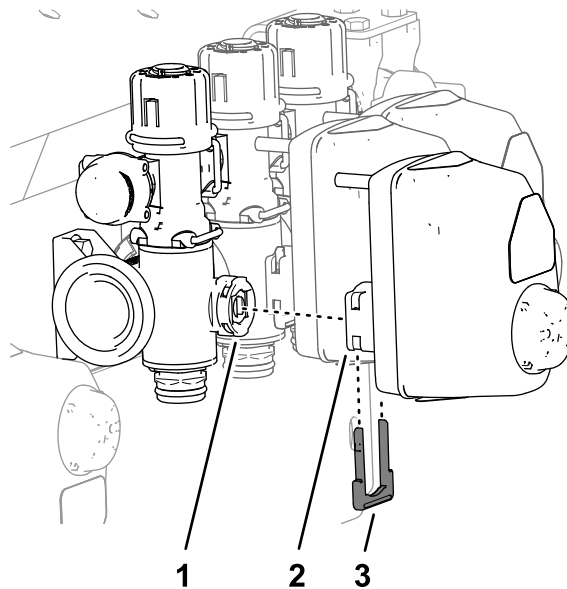

Figura 48
1. Retire la horquilla de retención que sujeta el actuador a la válvula del distribuidor del conjunto de la válvula de sección (Figura 48).
2. Retire el actuador del distribuidor (Figura 48).